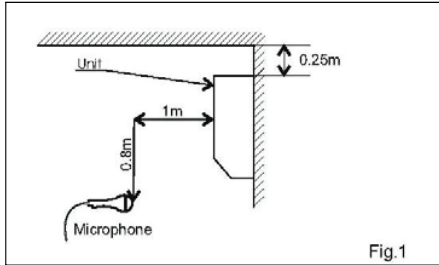

Figure 1. Mural
6.2 Spectre du niveau sonore (mesuré selon la figure 1)